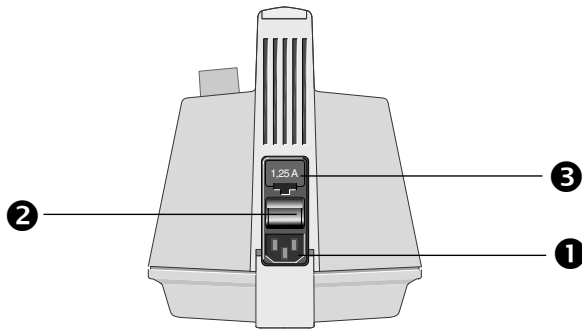

Bild 2. Rückseite ATMOS LC 16
- Stecken Sie das Netzkabel in die Netzanschlussbuchse (①, Bild 2) und verbinden Sie den Netzstecker mit der hausseitigen Netzanschlussdose.
- Mit dem Netzschalter (②, Bild 2) können Sie das Gerät in Betrieb nehmen.
Sicherungswechsel (Bild 2)